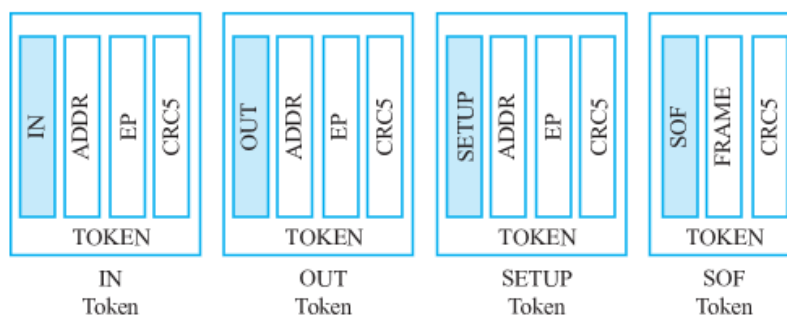

图 15.11 USB 令牌数据包类型
(1) 令牌数据包：令牌数据包始终由主机发送，用于定义总线上的数据传输。令牌数据包的类型取决于所执行的传输类型。主机向设备发送 IN 令牌数据包，用于从设备读取数据。主机向设备发送 OUT 令牌数据包，用于将数据从主机传输给设备。主机向设备发送 SETUP 令牌数据包，用于将主机的请求传输给设备（有关该数据包的具体通信流程详见 USB 标准请求以及 USB 通信过程这节）。SOF 令牌数据包用于确定帧的起始位置。IN、OUT 和 SETUP 令牌数据包都有一个 7 位设备地址 (ADDR)、4 位端点 ID (EP) 和 5 位 CRC。图 15.11 显示了这四个令牌数据包的结构图。